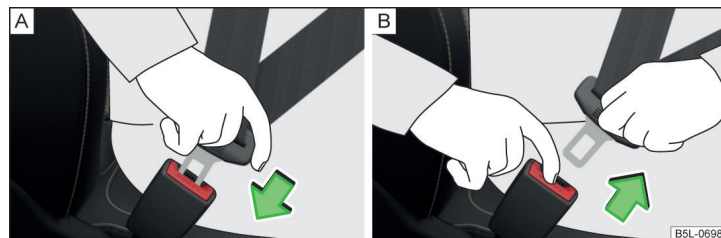

Fig. 5 Sådan spændes sikkerhedssele. / Sådan tages sikkerhedssele af.
- » Stik låsetappen ind i den selelås, der hører til den pågældende siddeplads » Fig. 5 - A. Du skal kunne høre, at den går i hak.
- Tryk på den røde knap i selelåsen » Fig. 5 – [B]. Låsetappen springer ud.